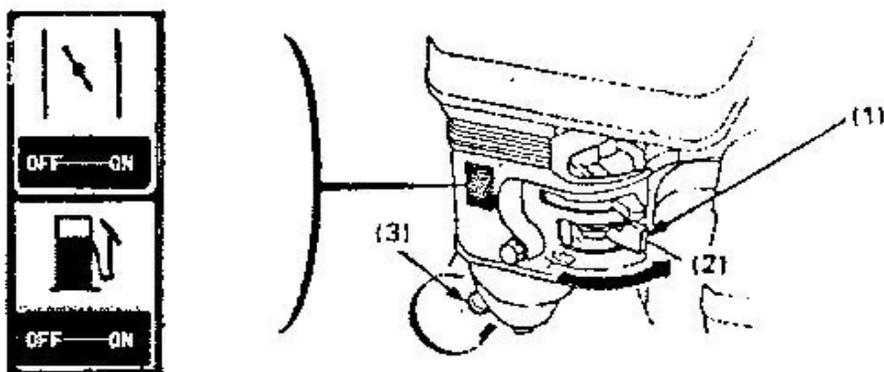

Рис. 6
- Переместите топливный краник в положение «открыто» (ON) и убедитесь, что нет утечки топлива (см. рис.6).